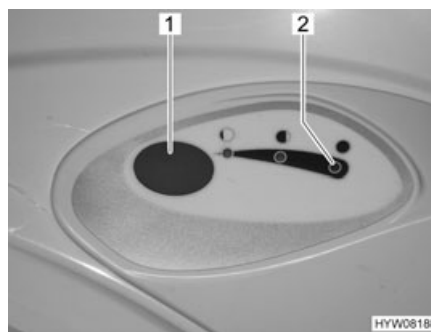

Fig. 116 Pulsante dello sciacquone/spia di controllo (toilette Thetford)
■ Per sciacquare premere il pulsante blu (Fig. 116,1).
La spia di controllo (Fig. 116,2) si accende quando il serbatoio fecale deve essere svuotato.